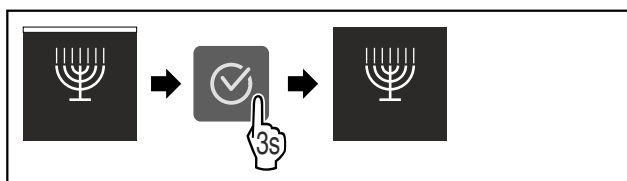

Fig. 14
- Wykonać czynności (patrz Fig. 14) .